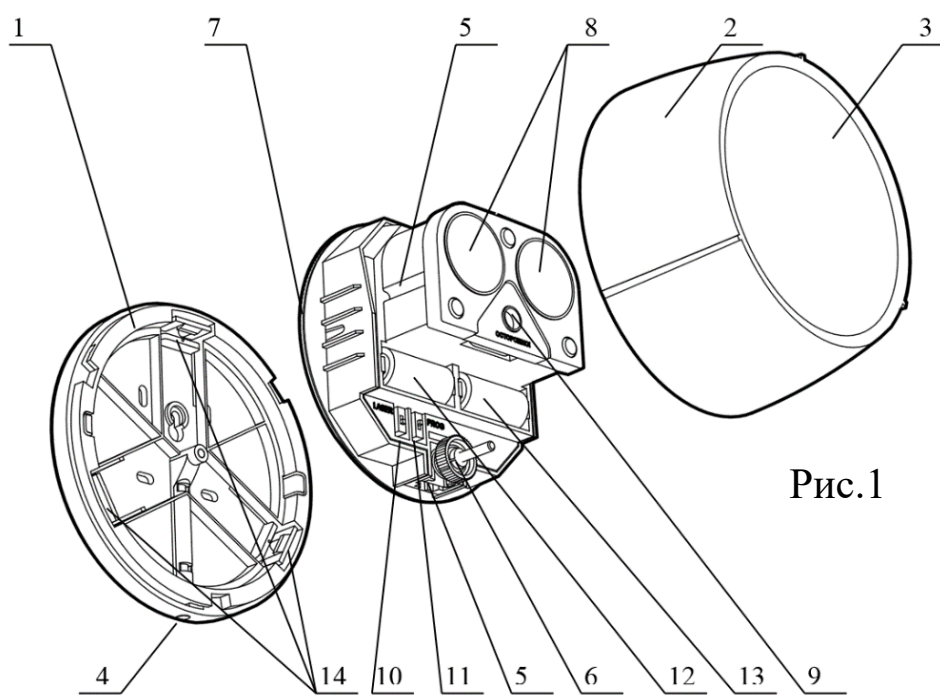

Рис.1
Вид БИП со снятой крышкой показан на рис.1:
6.2. Для включения лазерного модуля необходимо перевести переключатель "LASER" (10 рис. 1) в положение ON. Процесс настройки сводится к совмещению пятна луча лазерного модуля с отражателями (см. рисунок 3). Для этого необходимо механизм юстировки оптической системы по углу поворота (7 рис. 1) максимально приблизить пятно от лазерного модуля к отражателю, затем ручкой юстировки оптической системы по углу наклона (6 рис. 1) совместить пятно с отражателем. Диаметр пятна ИК-луча извещателя на расстоянии 40 м от извещателя составляет примерно 1.2 метра, поэтому нет необходимости точно совмещать центр пятна луча лазерного модуля с центром отражателей. Достаточно, чтобы пятно луча лазерного модуля лежало в области отражателей.
6.4. Для перехода в рабочий режим необходимо перевести переключатель "LASER" (10 рис. 1) в положение, обратное ON. Должен загореться зеленый